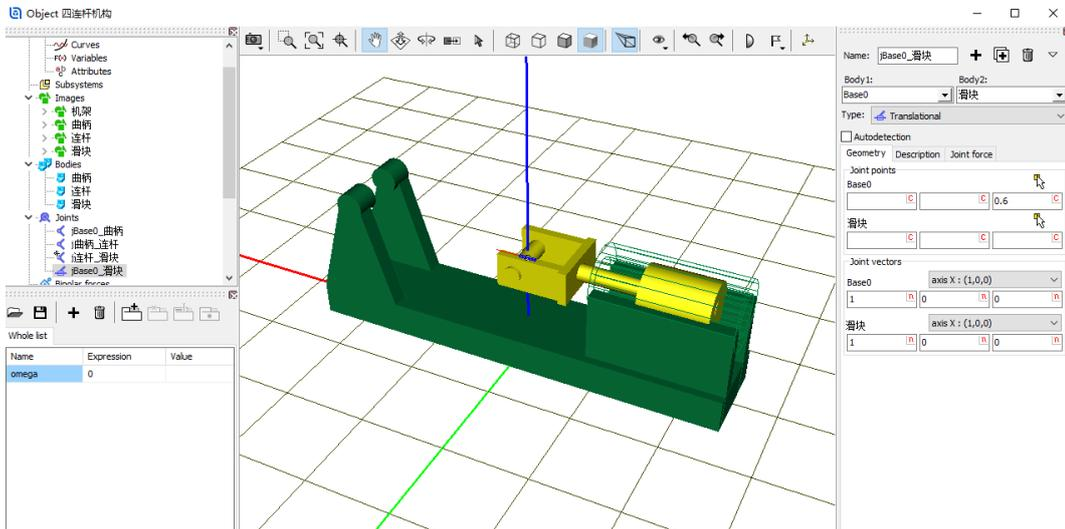

图 2-60
- 16) 创建第四个铰，Body1 选择 Base0，Body2 选择滑块，Type 选择 Translational，Joint points 分别为 (0, 0, 0.6) 和 (0, 0, 0)，Joint vector 都选择 X 轴，如图 2-60。表示将滑块的原点与总体坐标系的点 (0, 0, 0.6) 重合，滑块沿通过该点与总体坐标系 X 轴平行的 X' 轴可以平动，并且滑块的 X 轴与之平行 (重合)。